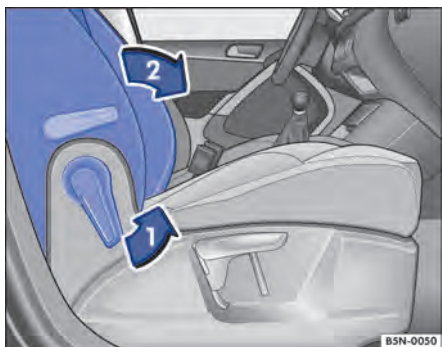

Fig. 58 Rebater o encosto do banco do passageiro dianteiro para frente.
- Destruvar o encosto do banco do passageiro dianteiro no sentido da seta ⇒ Fig. 58 ①.
- Rebater o encosto do banco do passageiro dianteiro para frente no sentido da seta ② na posição horizontal.